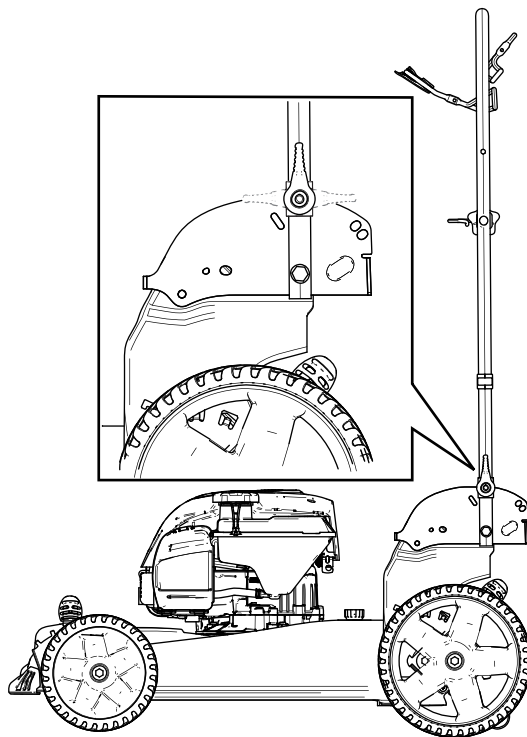

図 28
3. 図 28に示すように、ハンドルを前方に折りたたんで縦位置または完全に前に倒した状態にする。